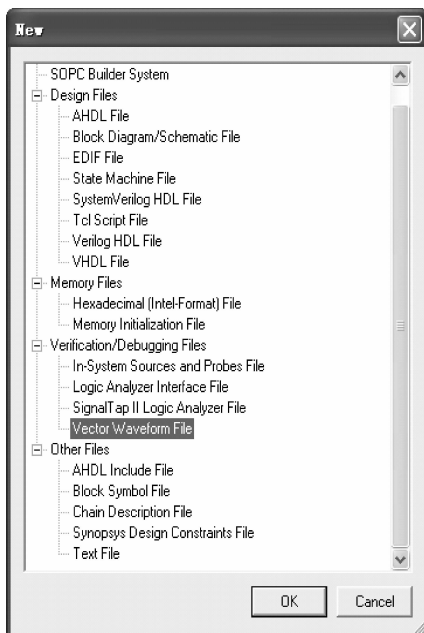
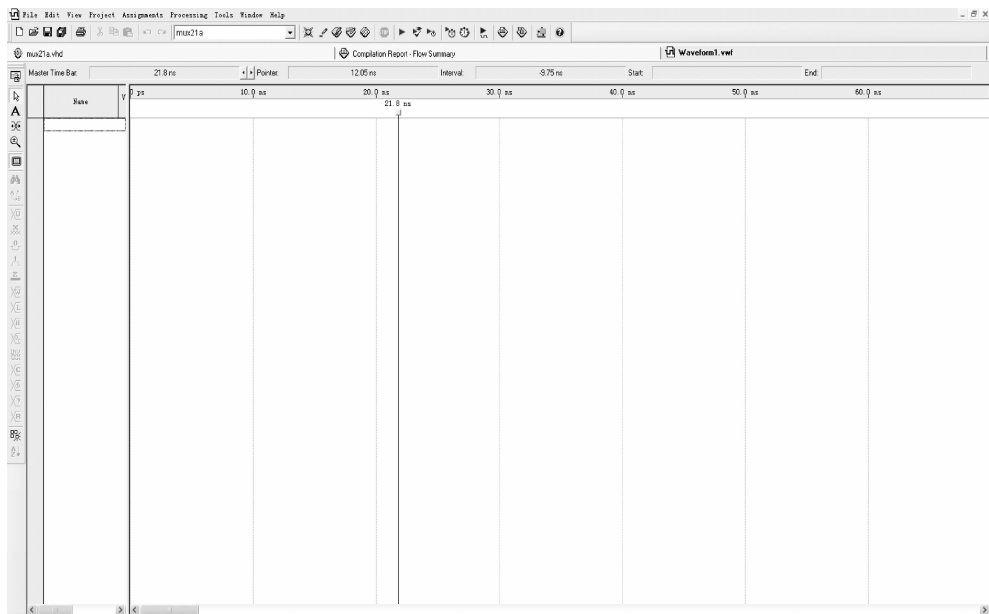
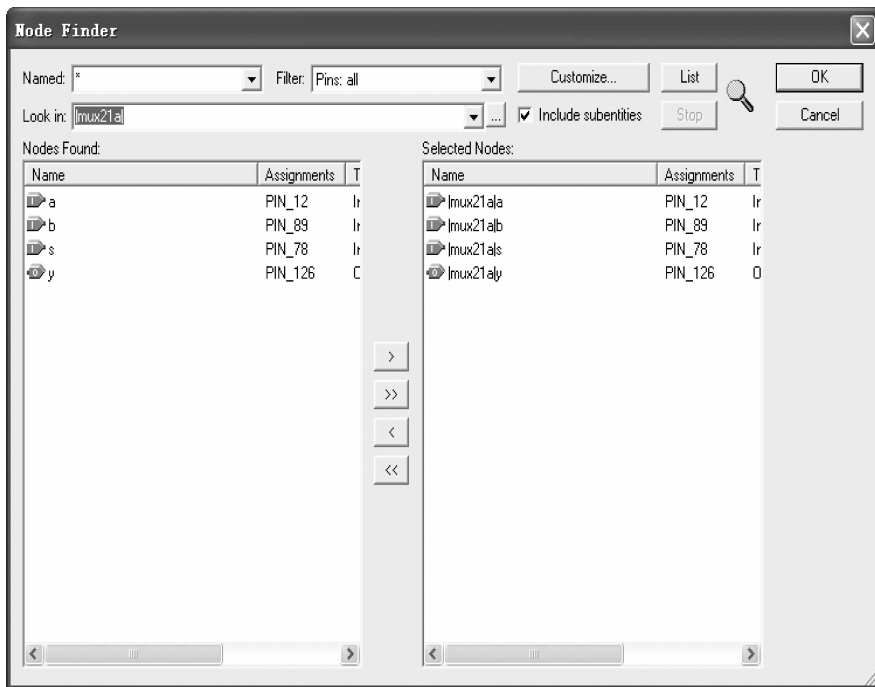

图 3-14 建立矢量波形文件
图 3-15 波形编辑器
图 3-19 准备向波形编辑器输入信号节点
(1) 打开波形编辑器。选择主菜单 File→New 项,在 New 对话框中选择 Verification/Debugging Files 中的 Vector Waveform File(图 3-14),单击 OK 按钮,即出现空白的波形编辑器(图 3-15)。注意可以选择主菜单 View→Full Screen 或者单击工具栏上的“全屏窗口”按钮将窗口扩大或缩小,以利于观察仿真波形。
方法二：双击图 3-15 波形编辑器左侧栏(Name 栏)的空白处,在弹出的窗口中单击 Node Finder 按钮后出现如图 3-19 所示的对话框。在 Filter 框中选择“Pins:All”,然后单击